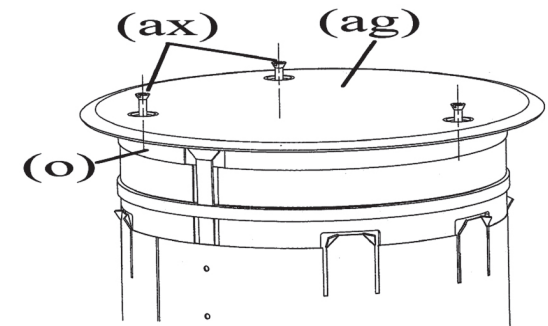

Fig. 11
2. Remove cover assembly by removing screws (ax) attaching cover to the can. See Figure 11.
2. Retirer le couvercle en enlevant les vis (ax) rattachant le couvercle de la boîte. Consulter la Fig. 11.
- Quitar el conjunto de la tapa retirando los tornillos (ax) que fijan la tapa a la carcasa. Ver la Fig. 11.